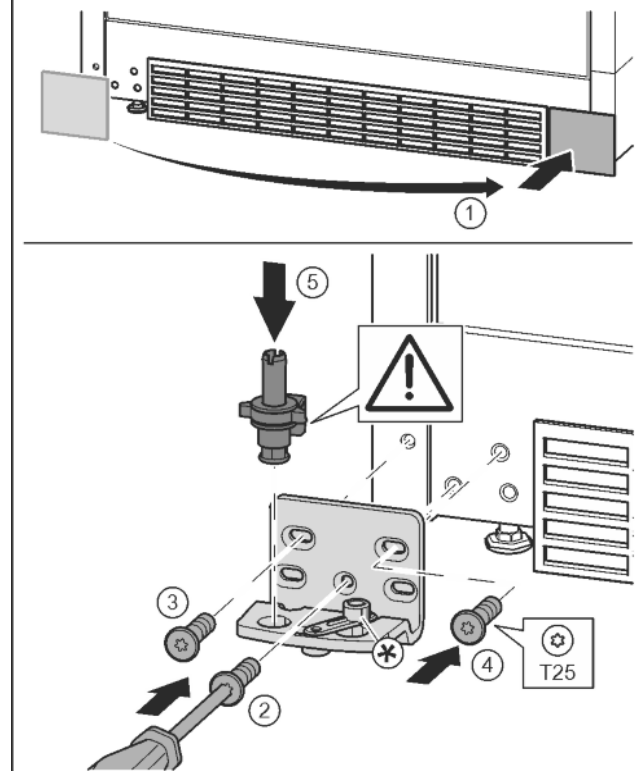

Fig. 13
- ▶ Noņemiet pārsegu un piestipriniet otrajā pusē. Fig. 13 (1)
- ▶ Pielieciet gultņa balstu otrajā pusē un pieskrūvējiet ar skrūvgriezi T25. Sāciet apakšā pa vidu ar skrūvi 2. Fig. 13 (2)
- ▶ Pieskrūvējiet skrūvi 3 un 4. Fig. 13 (3, 4)
- ▶ Pilnīgi ievietojiet gultņa tapu. Uzmaniet, lai aiztūra izcilnis būtu vērsts virzienā uz aizmuguri. Fig. 13 (5)